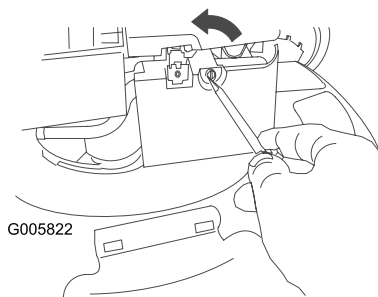

Figura 37
1. Aprite il coperchio del filtro dell'aria con un cacciavite (Figura 37).